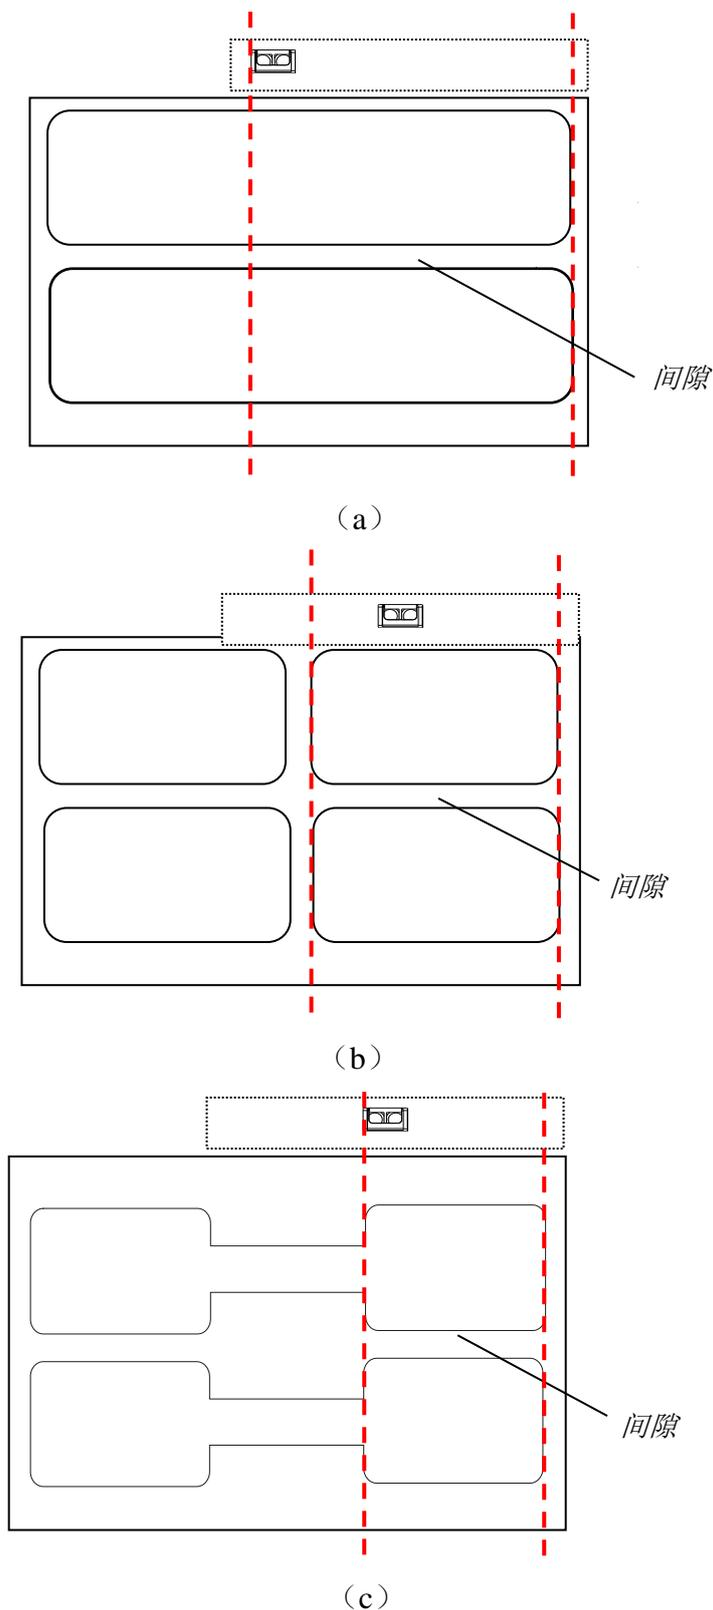

图 2-28 纸张探测器位置
- 选择反射式纸张探测方式时，需根据不同类型标签纸确定纸张探测器的位置，请参考图 2-28 (a) (b) (c)，将纸张探测器移动到红色虚线范围内的任意位置即可。